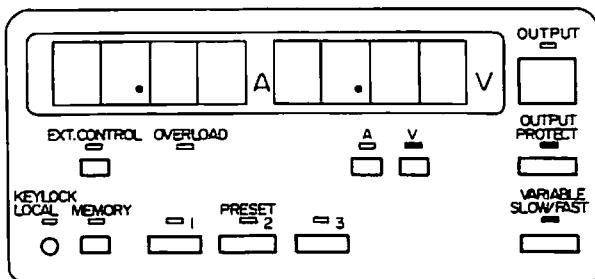

図13
- 1)図13のような LEDの点灯および消灯状態にしてください。図ではVARIABLE・キー⑨が
- 1)図13のような状態でOUTPUT PROTECT・キーを押し、LEDを消灯させます。